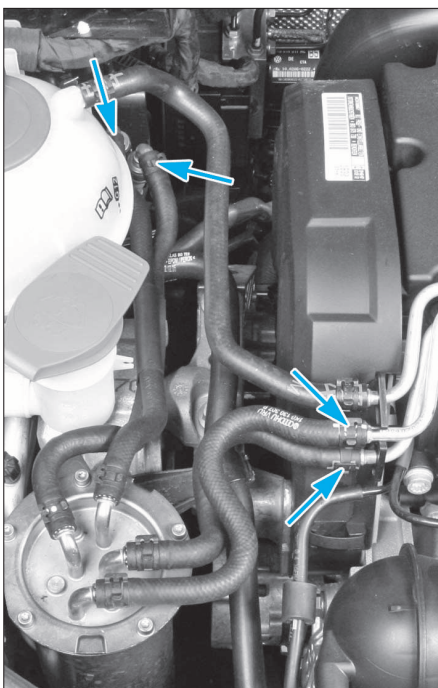

FIG. 17
- Débrancher les canalisations d'alimentation et de retour de carburant (Fig.17).